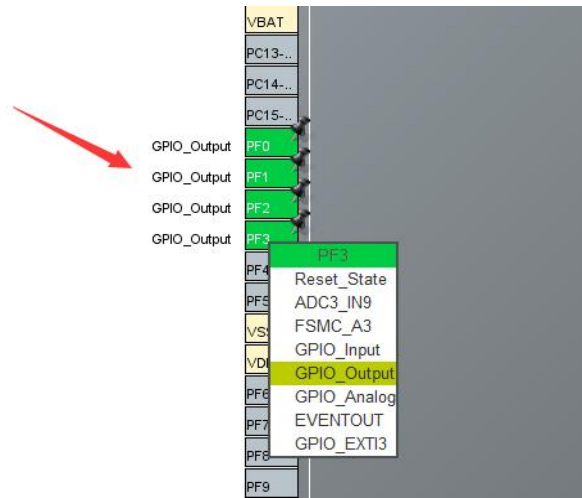

图 5.2.2 引脚配置
- 13) 按照实验一的方法，打开 STM32CubeMX，并创建一个新的工程，选择好使用的主芯片。开始配置实验中需要的引脚，将 PF0–PF3 全部设置为 GPIO 输出模式，如图 5.2.2。